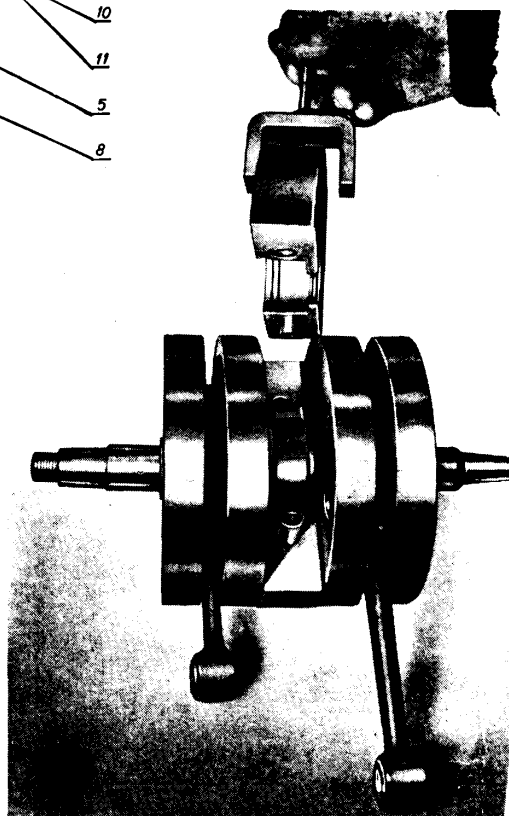

Bild 21-11. Borttagning av mittlager-
1. Använd en press med 3500 - 5000 kg tryck. Märk före isärtagningen balanshalvornas läge i förhållande till varandra. Praktiskt är att på motor 350 cm³ utföra märkningen genom att med vinkel dra en rits tvärs över balanspartiet i linje med axeltapparna, så att denna rits blir parallell med vevtapparnas centrumlinje. (Se också punkt 4). På motor 350 cm³ tas först mittlagerhuset av lättmetall bort (Bild 21-11).